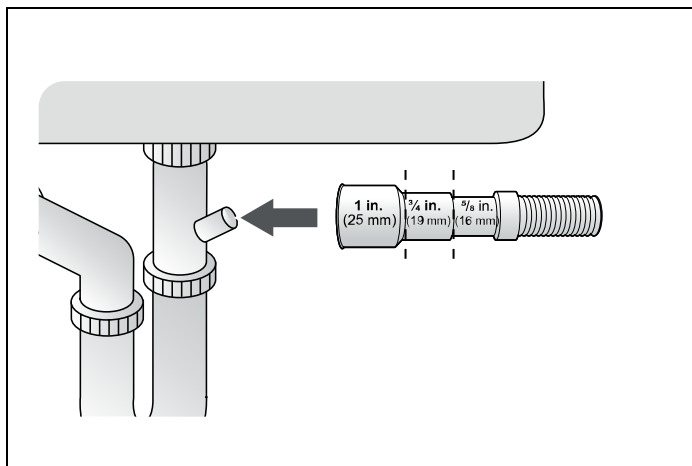

Fig. 18
- 3) Compruebe el tamaño del conector de la manguera de desagüe del fregadero. Si es necesario, corte la manguera de desagüe para que su extremo encaje en el conector del fregadero (5/8", 3/4" o 1" - como se muestra en Fig. 18). Si el extremo de la manguera de desagüe no encaja en el conector de la manguera de desagüe del fregadero, utilice un adaptador que puede adquirir en una tienda de suministros de fontanería/ferretería.